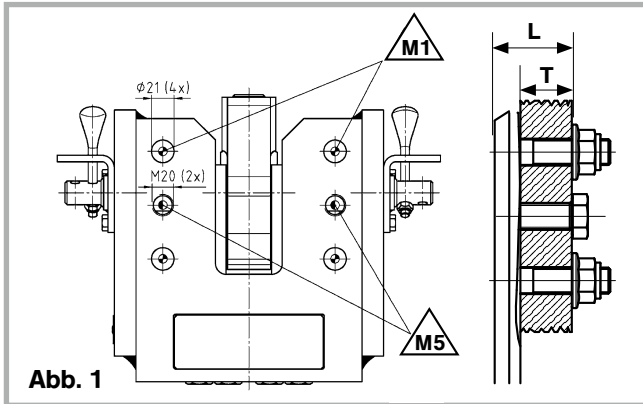

Abb. 1
- Der Anhängewippe (Abb.1) ist für Kupplung RO★908H61001 / RO★908H62 001 mit 4 Flanschschrauben M20x1,5x85 lg – 10.9\* für Kupplung RO★908H61501 / RO★908H62 501 mit 4 Flanschschrauben M20x1,5x110 lg – 10.9\* 4 Flansch-Sicherungsmuttern M20x1,5 – 10 (Sicherungsmutter mit Metallstopp) vor der Traverse\* mit einem Drehmoment **M1** von **600 Nm\*\*** anzuschrauben.
Abb. 1 b